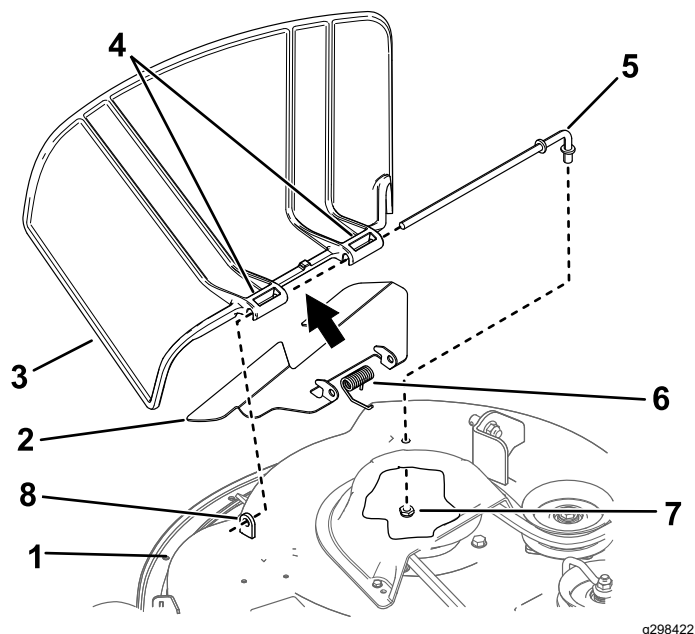

Figura 74
1. Remova a porca ($\frac{3}{8}$ pol.) da barra debaixo do cortador (Figura 74).
2. Faça deslizar a barra para fora da parte saliente curta, da mola e do defletor de relva (Figura 74).
4. Instale o novo defletor de relva (Figura 74).
7. Deslize a barra através do segundo suporte do defletor de relva (Figura 74).
9. Fixe a extremidade traseira da barra ao cortador com uma porca ($\frac{3}{8}$ pol.), como se mostra na Figura 74.